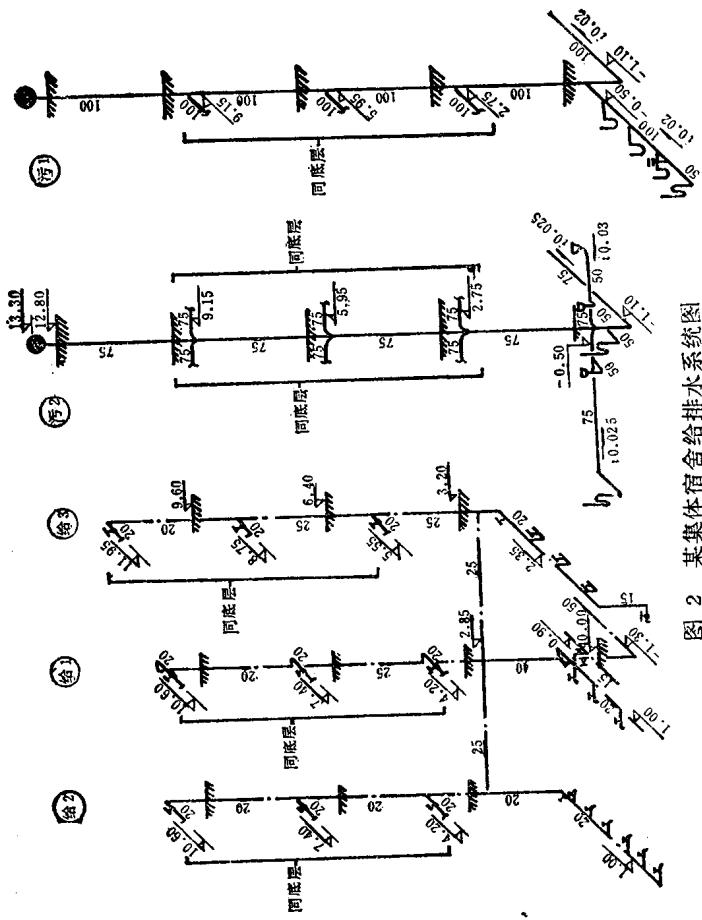

图 2 某集体宿舍给排水系统图
系统图分给水系统及排水系统两部分（图2），用轴测
1) 阅读给水系统图时，可由进户管开始，沿水流方向，经干管、支管到用水设备。如图2给水系统、进户管管径为50；进户位置在给1立管下部1.3米处；进户后经给1立管至标高2.85米处引出管径为25的水平干管；再由水平干管引出给2、给3两立管；在各立管上引出支管到用水设备（二、三、四层的支管与用水设备的布置与首层相同，在系统图中均略去未画）。
2) 阅读排水系统图时，可用排水设备开始，沿水流方向经支管、立管、干管到总排出管。图2系统图说明：各层的大便器污水是经各水平支管到污1立管，向下至标高-1.10米处由水平干管排至室外；各层的盥洗台和小便槽污水是经各水平支管到污2立管，向下至标高-1.1米处由水平干管排至室外。
3) 由图2还可看出，在平面图中只表明了各管道穿过墙和楼板的平面位置，在系统图中还表明了各穿越处的标高。